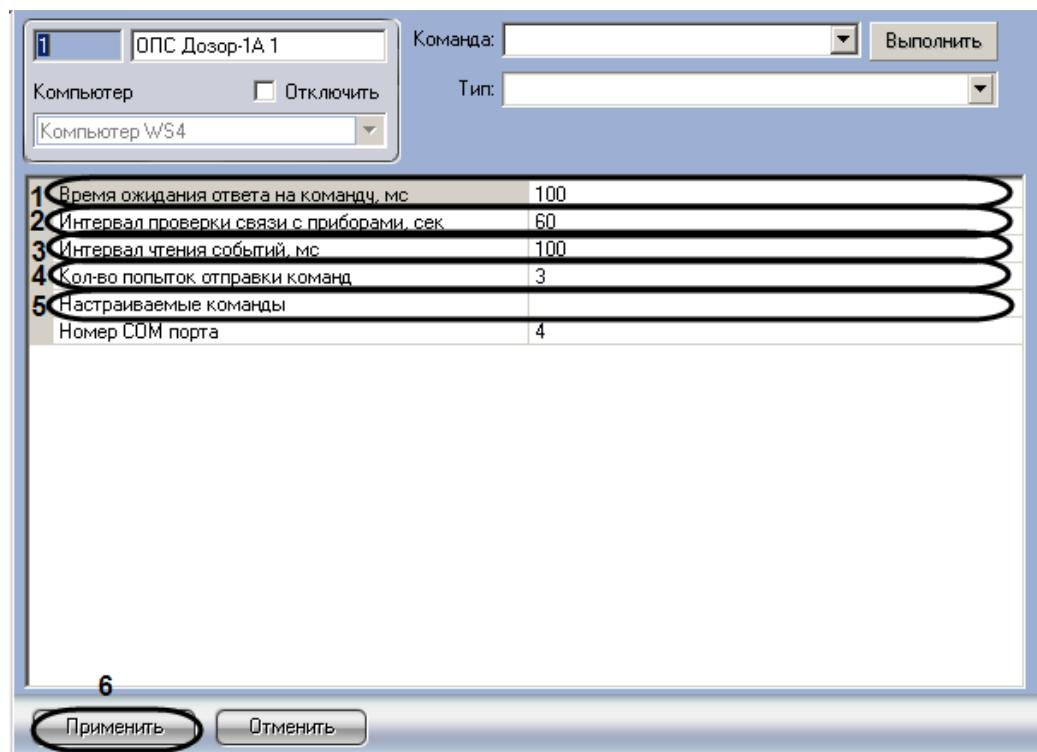

Рис. 3.3—1 Панель настроек объекта ОПС Дозор
1. Перейти на панель настроек объекта **OPC Дозор-1A** (Рис. 3.3—1).
2. В поле **Время ожидания ответа на команду, мс** необходимо ввести время в миллисекундах, в течение которого будет ожидаться ответ на команду (см. Рис. 3.3—1, 1).
3. В поле **Интервал проверки связи с приборами, сек** необходимо ввести период времени в секундах, в течение которого прибор опрашивает состояние других устройств на наличие с ними связи (см. Рис. 3.3—1, 2).
4. В поле **Интервал чтения событий, мс** необходимо задать временной интервал в секундах, в течение которого необходимо считывать события из прибора (см. Рис. 3.3—1, 3).